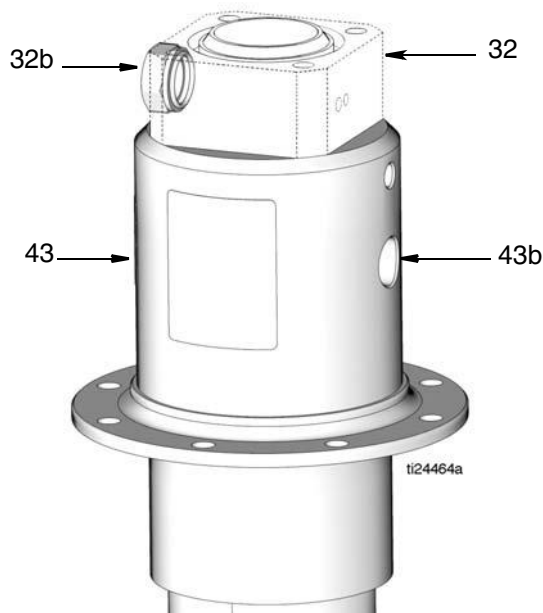
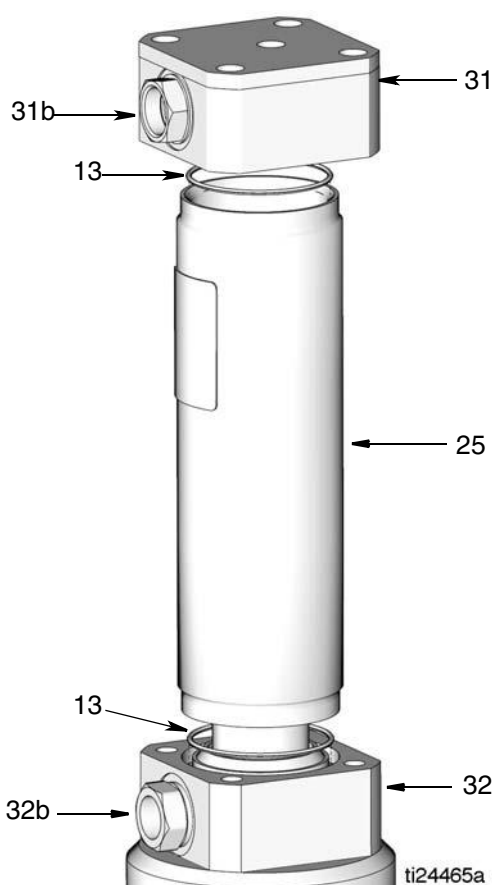

Рис. 14
Рис. 15
ПРИМЕЧАНИЕ. Присоединяя корпус двигателя (43) к нижней крышке цилиндра (32), следите за тем, чтобы отверстие (43b) в корпусе двигателя и отверстие (32b) в нижней крышке цилиндра были направлены в противоположные стороны, как показано на Рис. 14.
3. Установите уплотнение (44) на гайку фиксатора (11). Установите гайку фиксатора в переходник насоса (8) (Рис. 14). Затяните гайку фиксатора с усилием 54–56 футофунтов (73–75 Н•м).
4. Установите нижнюю крышку цилиндра (32) на цилиндр (25) таким образом, чтобы соединительные тяги (38) попали в соответствующие отверстия в верхней крышке цилиндра (31).
ПРИМЕЧАНИЕ. При установке нижней крышки цилиндра (32) на цилиндр (25), следите за тем, чтобы отверстие (31b) в верхней крышке цилиндра (31) располагалось на одной линии с отверстием (32b) в нижней крышке цилиндра (32). Убедитесь в том, что в верхней и нижней крышке цилиндра установлены уплотнительные кольца (13), как показано на Рис. 15.